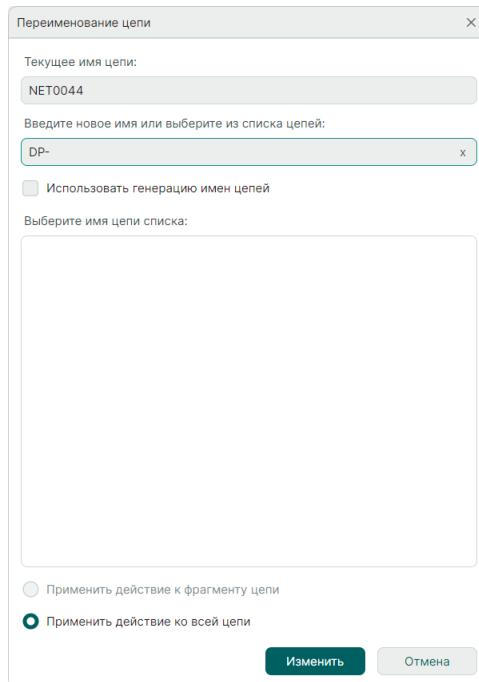

Рис. 134 Переименование второй цепи для создания диффпары
6. В окне «Переименование цепи» в поле «Ведите новое имя или выберите из списка цепей» введите имя второй цепи, идентичное первой цепи с суффиксом «-» или «Name_N» в конце имени, см. Рис. 134.